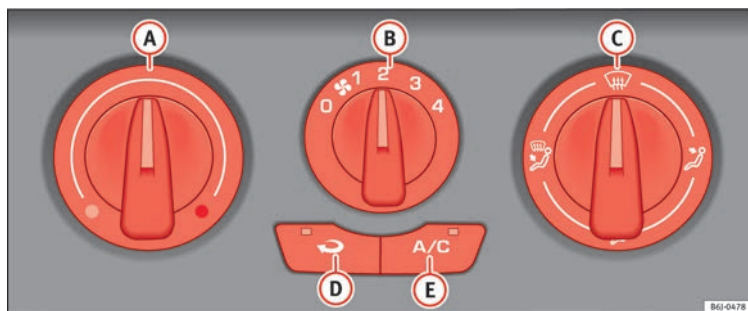

Fig. 128 Sur le tableau de bord : éléments de commande du climatiseur
– Les régulateurs » **fig. 128 A** et **C** et la commande **B** permettent de régler la tem-